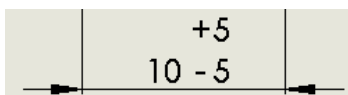

图 14-83 “双边的”显示类型
(3) “双边的”显示类型：以双边方式显示标注尺寸的公差，如图 14-83 所示。